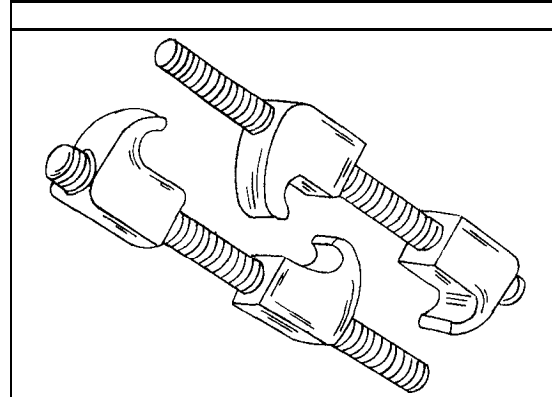

Bild 282
- Geeignete Federspanner um drei der Federwicklungen legen. In Bild 282 zeigen wir ein Beispiel von zwei Federspannern, welche man auf der linken und